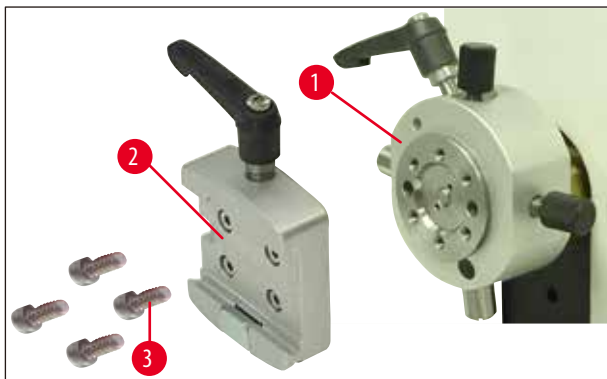

Рис. 9
2. Затем снимите держатель в виде ласточкина хвоста (→ Рис. 9-2) с кронштейна для держателя образца (→ Рис. 9). Для этого открутите 4 винта (→ Рис. 9-3) ключом для болтов с внутренним шестигранником с ручкой SW 3 (→ Рис. 10-1).